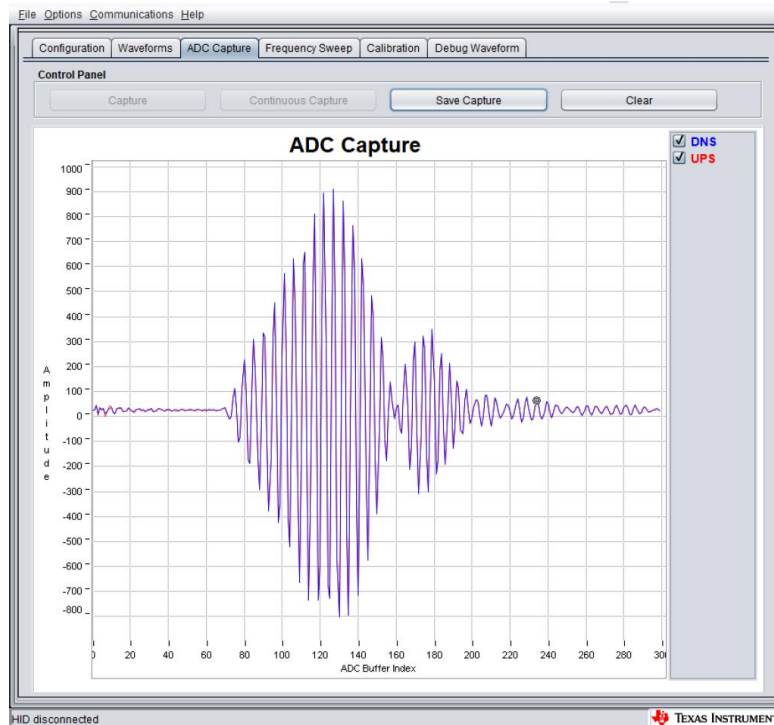

图 9 USS GUI: ADC 波形
- 选择 ADC Capture 栏，可以抓取到 ADC 采集的回波波形，如图 9 所示。用户可根据 ADC 波形情况来调整参数，具体调整方法，请参考：MSP430FR6043-based ultrasonic gas flow meter